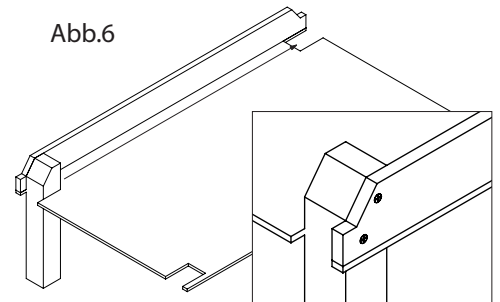

Abb.6
6. Eines der Seitenteile (2) bündig zur Außenkante auf die Bodenplatte aufleimen und von unten verschrauben. Hinweis: Senkungen zeigen nach aussen! Die beiden Füße wie in der Abbildung 6 gezeigt einleimen und verschrauben)